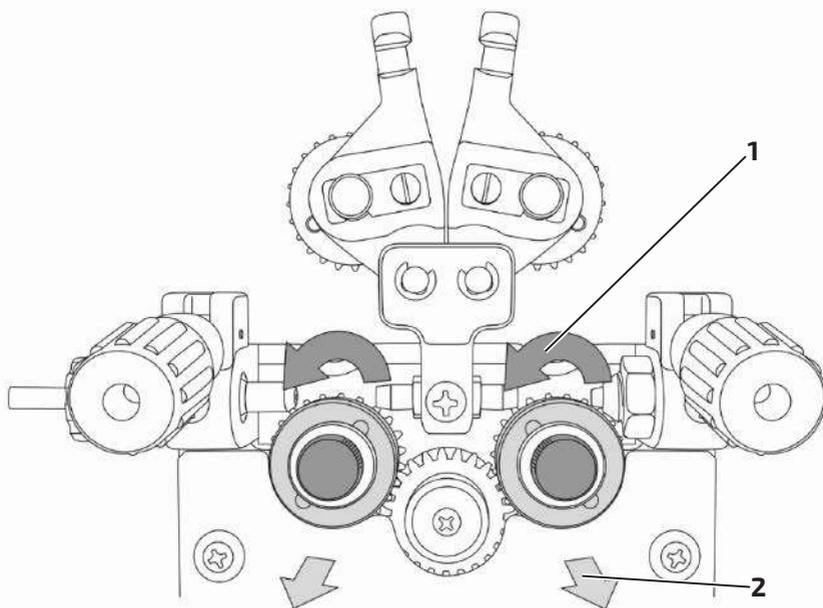

Рис. 8.6.3. Порядок смены подающего ролика.
2. Установите необходимую канавку в зависимости от диаметра сварочной проволоки, открутите винты крепления роликов, замените или переверните подающий ролик (см. рис. 8.6.3).